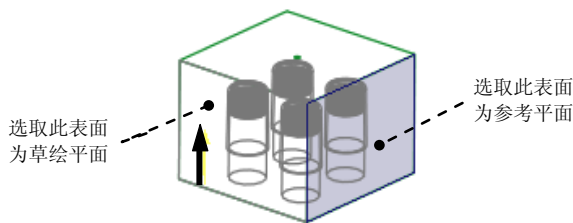

图 25.20 定义草绘平面
(1) 定义草绘截面放置属性。在图形区右击，从系统弹出的菜单中选择 **定义内部草绘...** 命令；在系统 **选择一个平面或曲面以定义草绘平面** 的提示下，选取图 25.20 所示的毛坯表面为草绘平面，接受默认的箭头方向为草绘视图方向，然后选取图 25.20 所示的毛坯侧面为参考平面，方向为 **右**。单击 **草绘** 按钮，进入草绘环境。